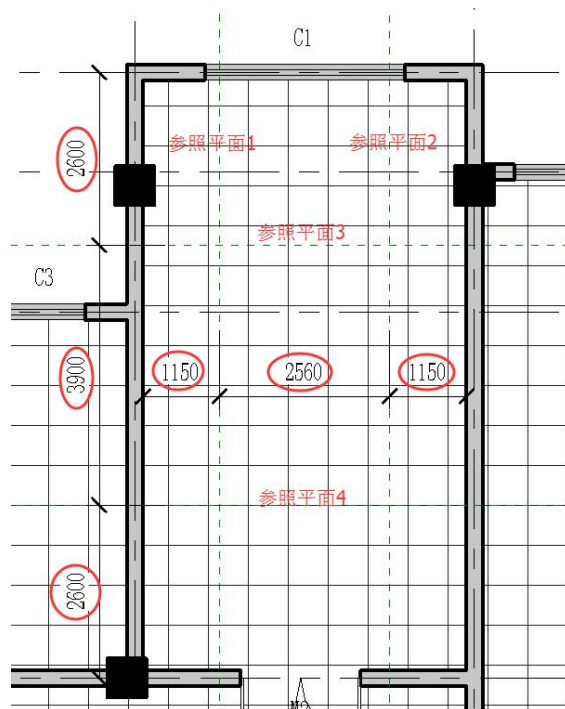

图 8-2 四个参照平面的位置
- 确定楼梯梯跑的起点和终点：点击“建筑”选项卡“工作平面”面板中的“参照平面”工具，在楼梯间绘制四个参照平面，选择参照平面，按照图 8-2 更改其临时尺寸。
**【说明】**1.图 8-2 中的参照平面 2、参照平面 4 的交点是第一跑楼梯的起始点，参照平面 1、参照平面 3 的交点是第二跑楼梯的起始点。2.参照平面的快捷命令为“RP”。